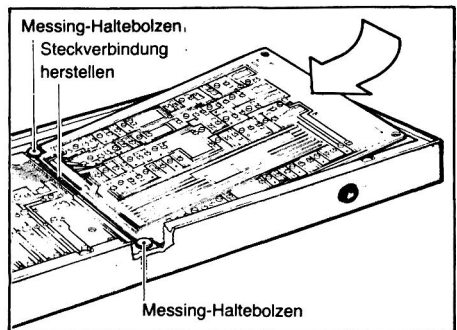

Bild 2.12 Aufstecken der Tastaturerweiterung
- f) Tastaturerweiterung auf die Tastatur-Karte aufstecken, Steckverbindung herstellen und gleichzeitig die Aussparungen an der Kartenkante unter die Messing-Haltebolzen positionieren (Bild 2.12)